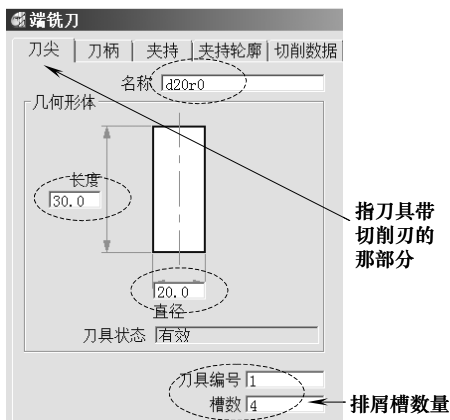

图 2-5 刀尖参数
2) 创建刀具: 在 PowerMILL 资源管理器中, 右击 “刀具” 树枝, 在弹出的快捷菜单条中, 执行 “产生刀具” → “端铣刀”, 打开 “端铣刀” 表格。在 “刀尖” 选项卡中, 按图 2-5 所示设置刀尖参数。